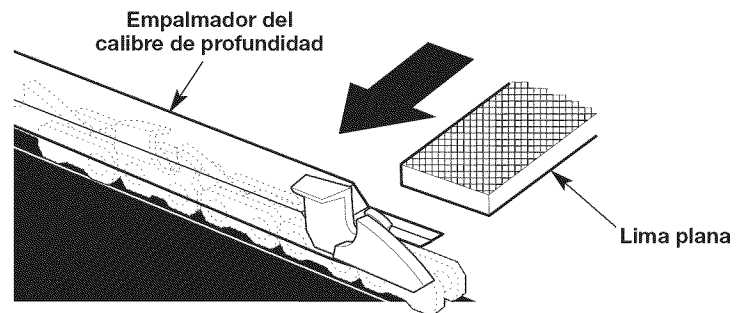

Fig. 36
- Utilice un calibre de profundidad (no incluido) para medir el espacio libre del calibre de profundidad (Fig. 36) de cada cortador. El espacio libre del calibre de profundidad debe mantenerse a 1/32 pulgada (0,6 mm). El espacio libre del calibre de profundidad determina la profundidad a la cual el cortador ingresa en la madera durante la operación y el tamaño de las astillas de madera producidas. Demasiado espacio libre incrementa la probabilidad de retroceso. Demasiado poco espacio libre disminuye el tamaño de las astillas de madera, disminuyendo así la capacidad de corte.
- Utilice un empalmador de calibres de profundidad de 1/32 pulgada (0,6 mm) y una lima plana (herramientas no incluidas) para bajar el calibre de profundidad hasta el espacio libre correcto (Fig. 36).